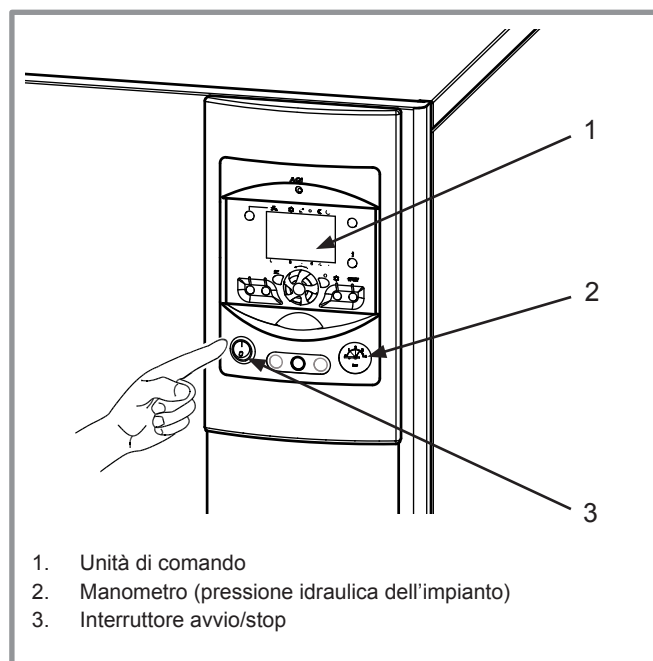

figura 5 - Colocação em serviço
- Controllare che l'impianto sia riempito d'acqua e correttamente spurgato e verificare sul manometro che la pressione sia sufficiente (rif. 2, figura 5), tra 1,5 e 2 bar.